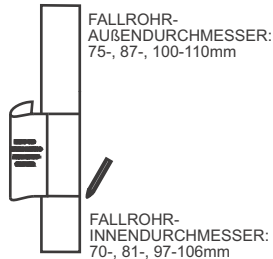

Abb. 1
- Bei Nutzung der Füll-Stop-Automatik die Höhe der Regentonne mit Hilfe einer Wasserwaage am Fallrohr markieren. Von dieser Markierung jeweils um 9 cm nach oben und unten versetzt weitere Markierungen anbringen. Die Einbauanleitung als Markierhilfe verwenden (s. Abb. 1).